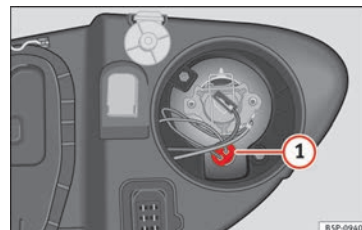

Fig. 183 Luce di posizione.
- Estrarre il portalampade » **fig. 183** ① verso l'esterno.